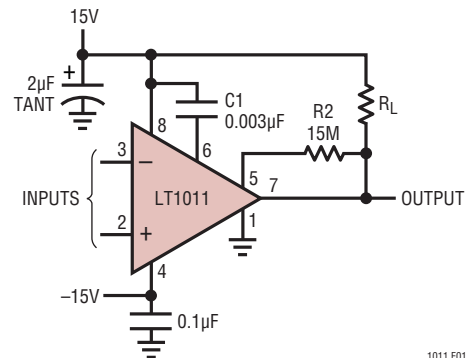

図1. ヒステリシスを備えるコンパレータ
5. ヒステリシスを使用します。このヒステリシスは、出力のステータスの変化するときに、コンパレータの入力オフセット電圧をシフトすることで、構成されます。ヒステリシスによって、強制的にコンパレータが線形領域内で迅速に変化し、すべての入力条件の下でコンパレータを「オーバードライブする」ことによって、発振が除去されます。ヒステリシスは、ACまたはDCのいずれでも可能です。AC手法は、見かけ上はコンパレータのオフセット電圧をシフトしませんが、**最小**の入力信号スルーレートを有効にすることを必要とします。DCヒステリシスは、すべての入力スルーレートで動作しますが、入力信号の前の状態に応じて、オフセット電圧にシフトを発生させます。図1の回路は、ACヒステリシスとDCヒステリシスの間の優れた妥協を示しています。